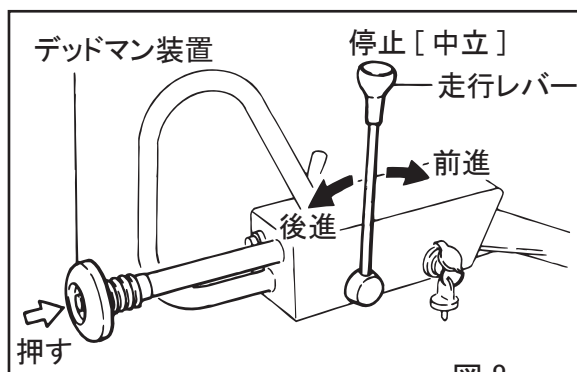

図 8
- 走行レバーを後進にし、デッドマン装置を押し走行レバーが中立位置に戻る事を確認します。(図8)
- 走行レバーをわずかに前方へ押し、ローラーは微速前進します。さらに押しと速度があがります。走行レバーの動かし方で速度を0～(前後進とも)の範囲で無段変速できます。走行レバーを手前に引くと後進します。(図8)